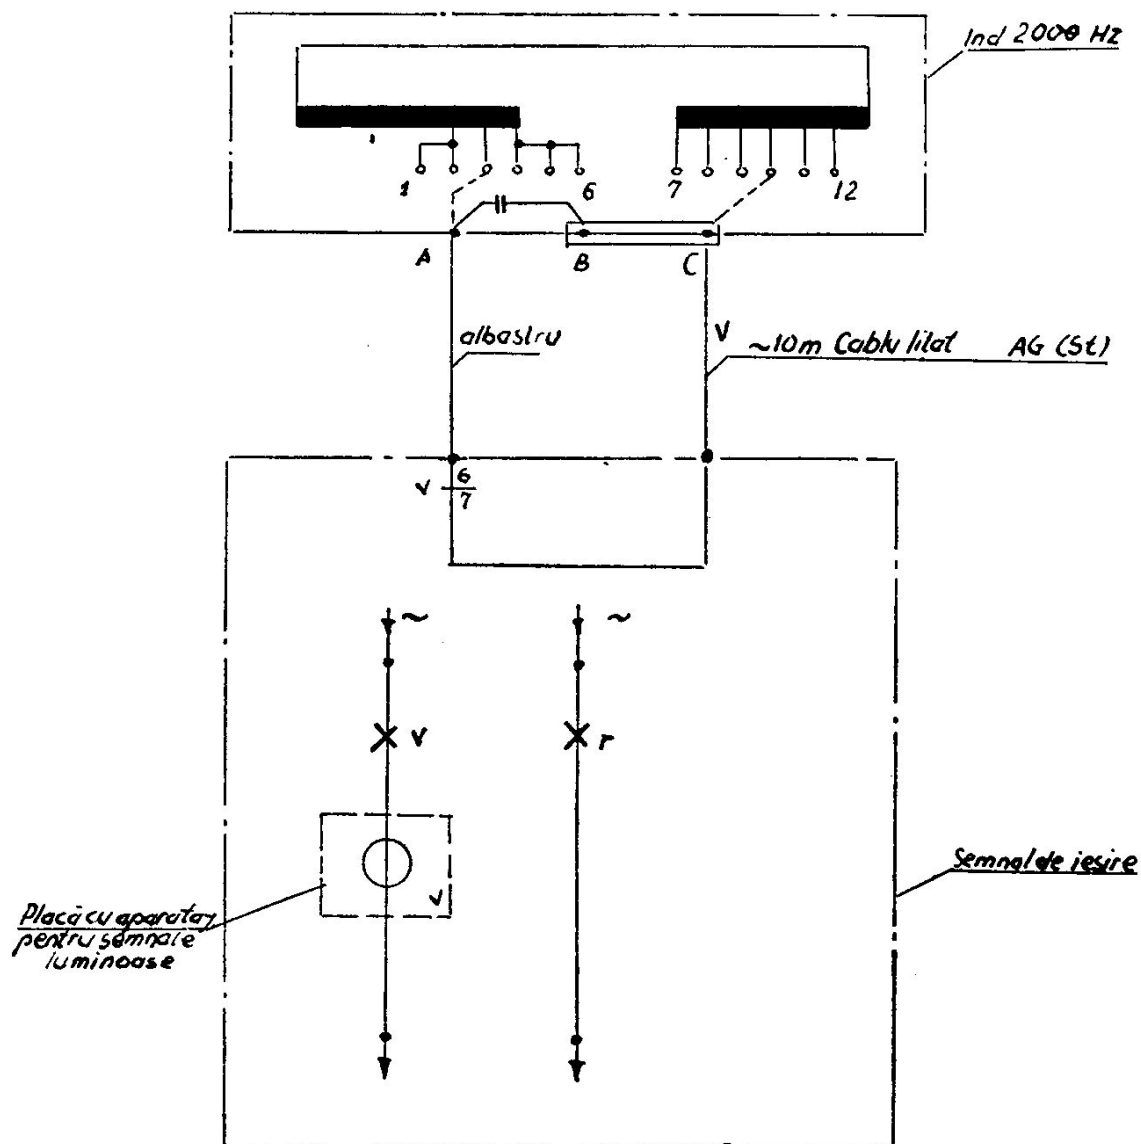

Fig. 62 Schema electrică și conectarea la semnalul de ieșire de la linia directă, pe secții fără B.L.A.
i) Semnalul de „ieșire” de la linia directă pe secții fără B.L.A., echipat cu inductor de 2 000 Hz (fig. 62).